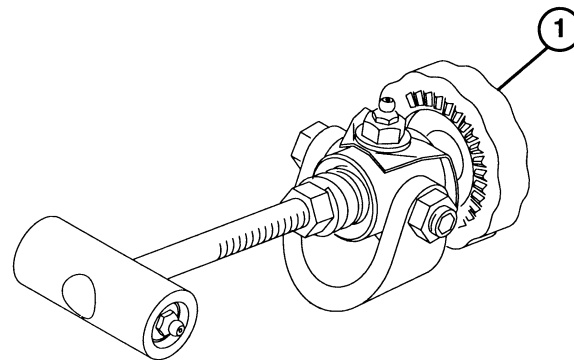
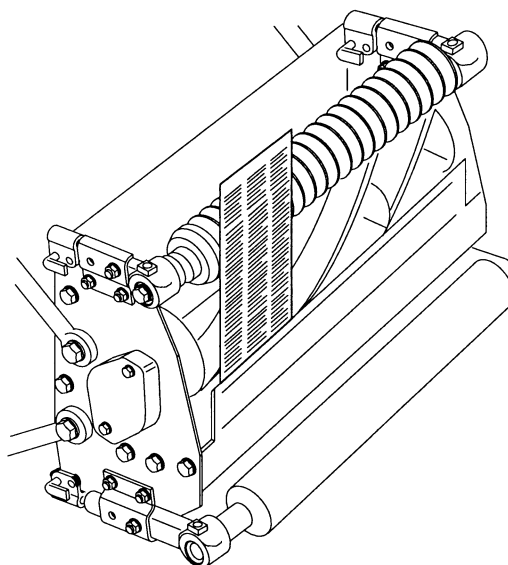

Fig. 2
Fig. 3
REGOLAZIONE CONTROLAMA PARALLELA AL CILINDRO (Fig. 2 e 3)
1. Verificare che sia stato tolto il contatto con il cilindro, girando in senso antiorario la manopola di regolazione della controlama (Fig. 2). Inclinare l'apparato di taglio per accedere al cilindro ed alla controlama (Fig. 3).